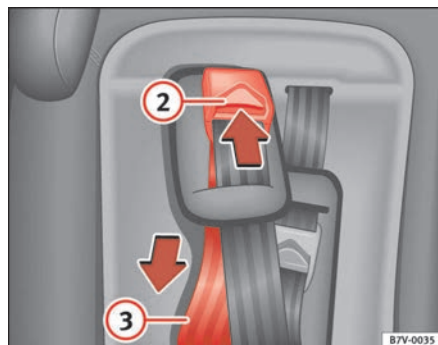

Fig. 39 Asiento integrado para niños: ajuste del cinturón tipo tirantes
- Presione y mantenga presionada la tecla de desbloqueo ⇒ fig. 39 ② en el sentido que indica la flecha.
- Manteniendo la tecla de desbloqueo presionada, tire hacia abajo de la parte inferior del cinturón de seguridad tipo tirantes ③, en el sentido que indica la flecha. ■